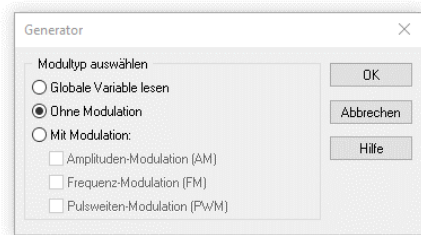

Abbildung 1: Auswahldialog des Generators
- b. Wählen Sie Generator und fügen Sie das Modul mit Drag&Drop in das Schaltbild ein. Es erscheint der Dialog in Abbildung 1, in dem Sie den Generatortyp bestimmen: